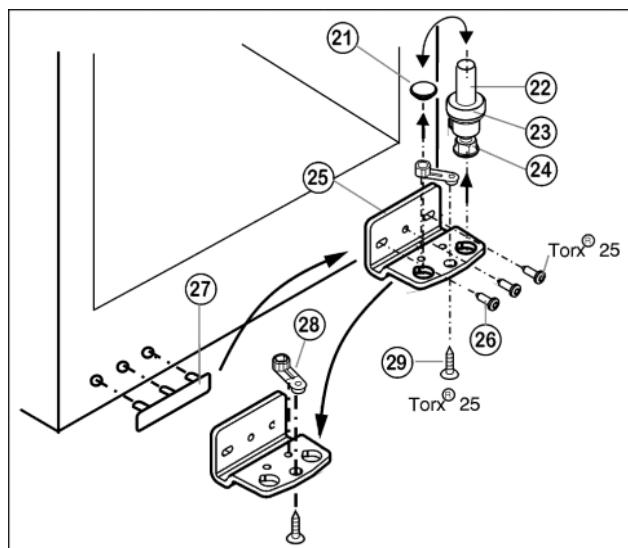

Fig. 5
- ▶ Ložiskový čep Fig. 5 (22) včetně podložky Fig. 5 (23) a seřizovací nožky Fig. 5 (24) vytáhněte nahoru.
- ▶ Zátku Fig. 5 (21) odstraňte.
- ▶ Stojan ložiska Fig. 5 (25) odšroubujte Fig. 5 (26).
- ▶ Ložiskový díl Fig. 5 (28) odšroubujte Fig. 5 (29) a přemístěte jej do protilehlého upínacího otvoru stojanu ložiska, pak ho znovu pevně přišroubujte.
- ▶ Krytku na straně madla Fig. 5 (27) opatrně vytáhněte a přemístěte na druhou stranu.
- ▶ Stojan ložiska Fig. 5 (25) na nové straně závěsu zase přišroubujte příp. pomocí akumulátorového šroubováku (momentem 4 Nm).
- ▶ Zátku Fig. 5 (21) zase vložte do druhé díry.
- ▶ Ložiskový čep Fig. 5 (22) včetně podložky a seřizovací nožky zase nasadte. Přitom dávejte pozor, aby zajišťovací vačka směřovala dozadu.
- Dveře nasadíte shora na spodní ložiskový čep *Fig. 5 (22)*.
- Dveře případně pomocí obou podélných děr ve spodním stojanu ložiska *Fig. 5 (25)* vyrovnejte tak, aby lícovaly se skříň přístroje. Vyšroubujte prostřední šroub.